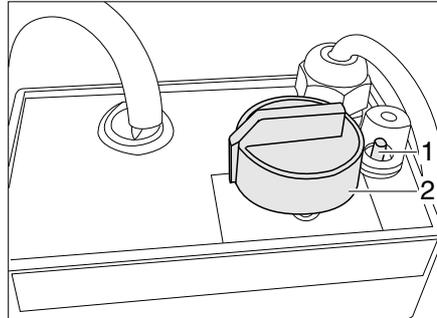

Bild 190 Regler für elektrische Fußbodenerwärmung
- Den Drehregler (Bild 190,2) auf die gewünschte Heizstufe drehen.
- Den Drehregler (Bild 190,2) auf Stellung "0" drehen.
Wenn der Regler überlastet wird, spricht der Überlastungsschutz an. Der Stift (Bild 190,1) springt heraus.
- Den Stift (Bild 190,1) am Überlastungsschutz eindrücken, wenn der Regler abgekühlt ist.